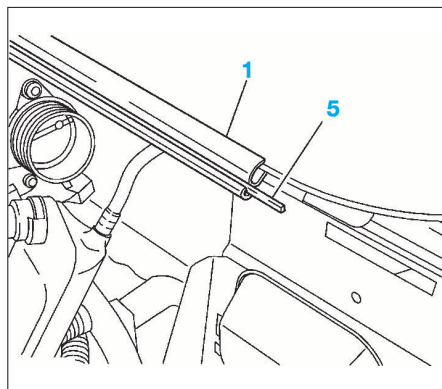

FIG. 76
• Enlever les baguettes plastique (5) des profilés (1) (Fig.76).